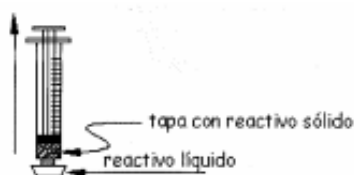

Figura 7
- Introduce la cantidad indicada de reactivo líquido, succionándolo con la jeringa (Figura 7).